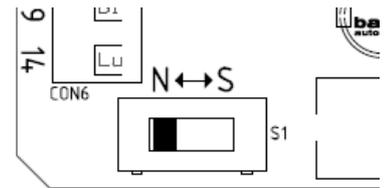
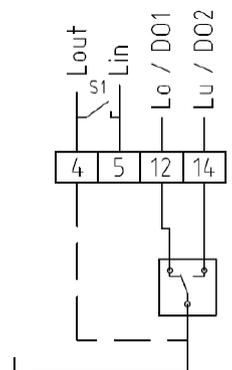

Fig. 7: Interrupteur N↔S
Fig. 8: Schéma de raccordement signal 3 points
3. Régler l'interrupteur N↔S (Fig. 7, ci-dessus) sur « S » et poser les câbles restants comme le montre Fig. 8 (l'alimentation électrique ne doit pas être coupée).